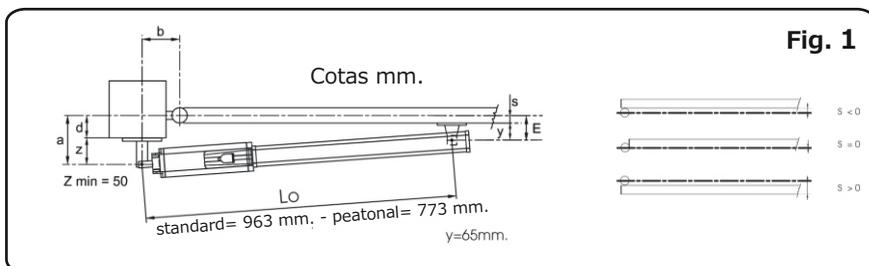

Fig. 1
- A) Fije el empalme posterior en el pilar siguiendo las indicaciones de la tabla A, modifique, si fuera necesario, la medida de el largo de el empalme suministrado en dotación (fig. 1);